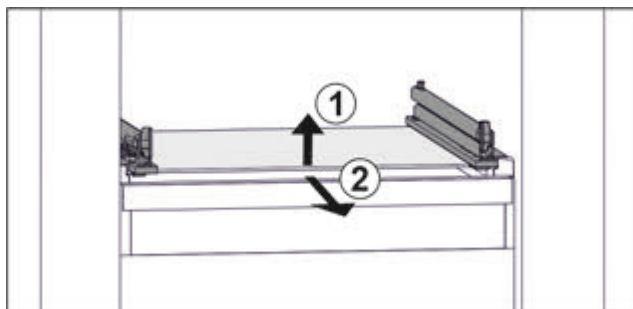

Fig. 129 Приблизне відображення скляної пластини
- Підняти скляну пластину спереду. Fig. 129 (1)
- Вийняти скляну пластину рухом вперед. Fig. 129 (2)